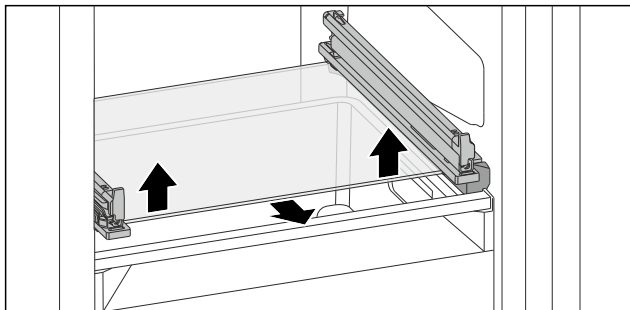

Fig. 199 Pllaka e xhamit e sirtarit me anim
- Shtyni nga poshtë pllakën e xhamit në të dyja anët në drejtimin për lart. (shihni Fig. 199)